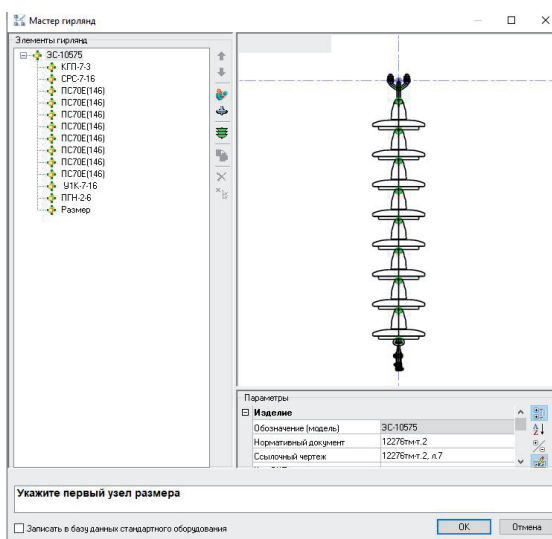

Рис. 1. Мастер гирлянд
1. *Мастер гирлянд*, предназначенный для создания одноцепных и многоцепных подвесок проводов, тросов и во-локноно-оптических кабелей, позволяет при составлении гирлянды в режиме реального времени генерировать предупреждения о недопустимости соединения деталей, несопрягаемых друг с другом (рис. 1).